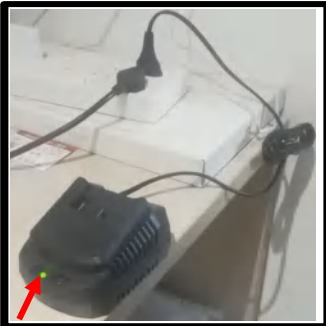

Рис.9
1. Подключите зарядное устройство к надлежащему источнику питания пер. тока. Загорится немигающий **ЗЕЛЕНЫЙ** индикатор, указывающий, что зарядное устройство подключено к надлежащему источнику питания (**Рис.9**).
- Немигающий **КРАСНЫЙ** индикатор на зарядном устройстве указывает, что зарядное устройство начало цикл зарядки (**Рис.9а**).
Рис.9а
- Немигающий **ЗЕЛЁНЫЙ** индикатор на зарядном устройстве показывает, что зарядное устройство перестало заряжать (**Рис.9б**).
Рис.9б